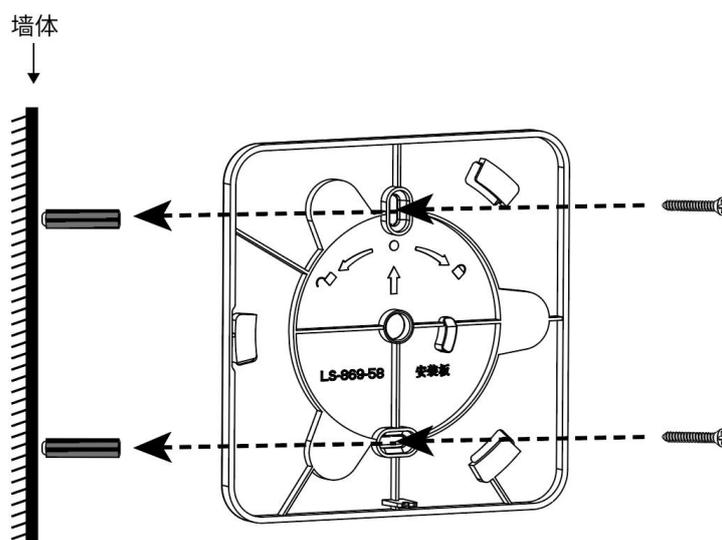

图2
(2) 使用钻头,在标记处分别钻出两个孔,并插入塑料膨胀塞使之与墙壁平齐。注意:钻孔时探测器应远离石膏粉尘
(3) 使用配件袋内的两个螺丝把安装支架固定在墙壁上,如图2所示